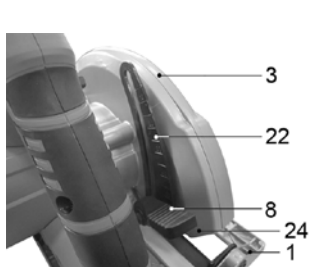

Рис. 6.
7.3. Регулировка глубины пиления, Рис. 6